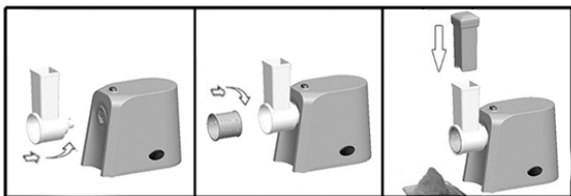

Abbildung 7
- Unterbringen Sie den Stopfer für die Produkte ins Oberteil des Plastikrohres und verwenden Sie es für das Drücken des Gemüses. (Abb. 7)